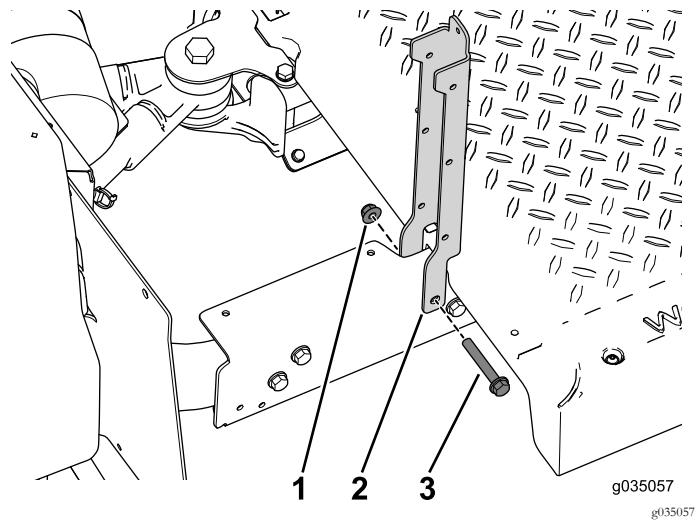

Figura 38
2. Utilice los 2 pernos (3/8" x 2 1/2") y tuercas con arandela prensada para sujetar los soportes del asiento a la sección trasera de la máquina (Figura 38).